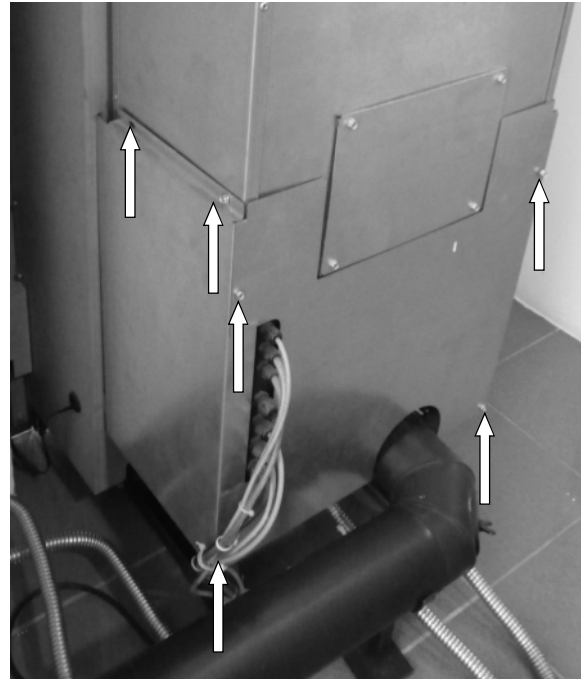

Abb. 90: Demontage Verkleidung Modell PE
- Die Schrauben der Rückwand und der rechten Verkleidung lösen (siehe Pfeile Abb. 90)